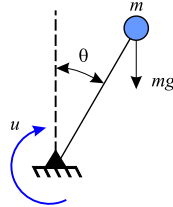

Figura 6-1
**Problema 170** El sistema següent és un model linealitzat d'un pèndul invertit amb una barra de longitud 1 m i una massa puntual de 1 Kg a l'extrem, tal i com es representa a la Figura 6-1.